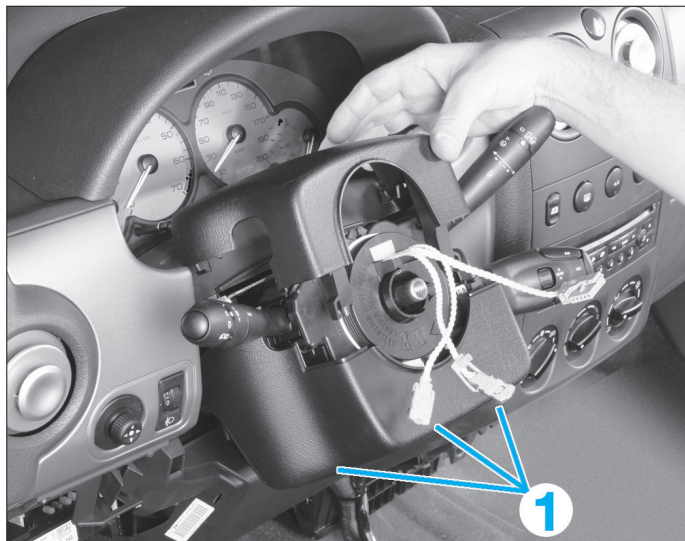

FIG. 4
- les 3 vis (1) de fixation des demi-coquilles de colonne de direction et les désaccoupler afin de pouvoir les déposer (Fig.4).